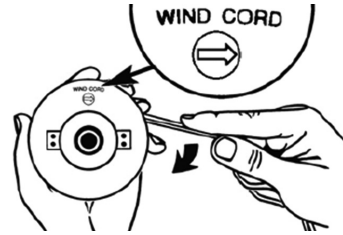

Рис. 13. Намотка корда на катушку
- Намотайте корд плотно с натягом в канавки катушки. Направление намотки («WIND CORD») указано стрелкой на катушке (Рис. 13).